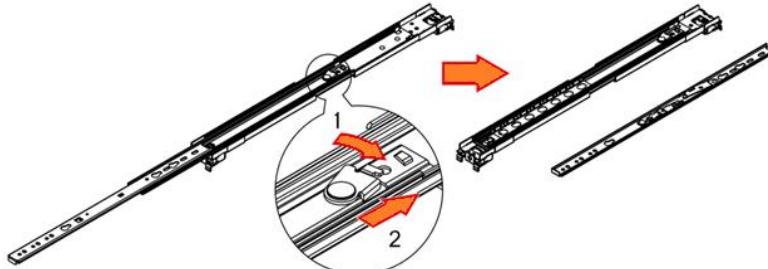
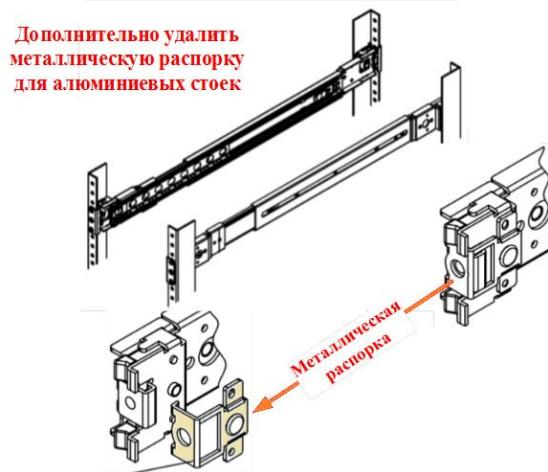

Рисунок 60 - Фиксирующий стопор
Рисунок 61 - Металлическая распорка
- 2) Отпустить фиксирующий стопор (см. Рисунок 60) и нажать средний канал внутрь, чтобы его убрать (см. Рисунок 61).